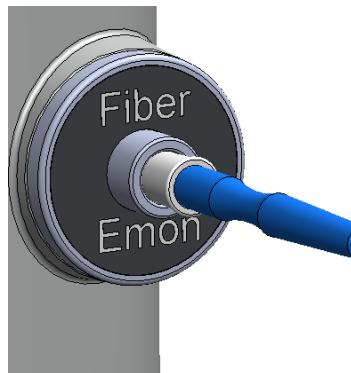

Abb. 4-9: Einsticken der Faser mit Steriladapter
- Die Faser ist mit dem Steriladapter in die Aufnahme des Energiemonitors am Frontpanel des Lasers bis zum Anschlag einzuführen (Abb. 4-9).